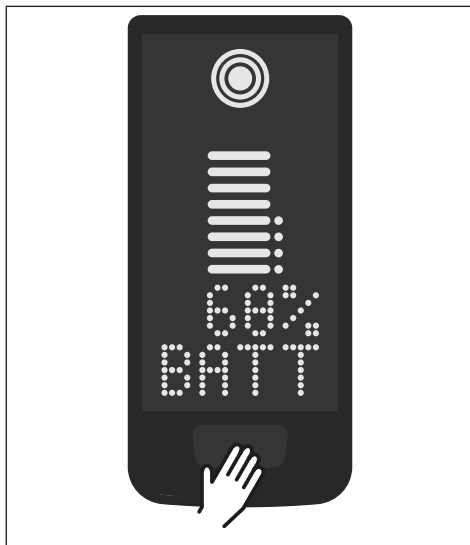

Fig. 3: Botón de control en la Display
- ▶ Conecte el accionamiento pulsando **brevemente** el botón de funcionamiento de la Display (véase Fig. 3).
- ▶ Conecte el accionamiento con una pulsación **larga** (>3 s) en el botón de funcionamiento de la Display (véase Fig. 3).